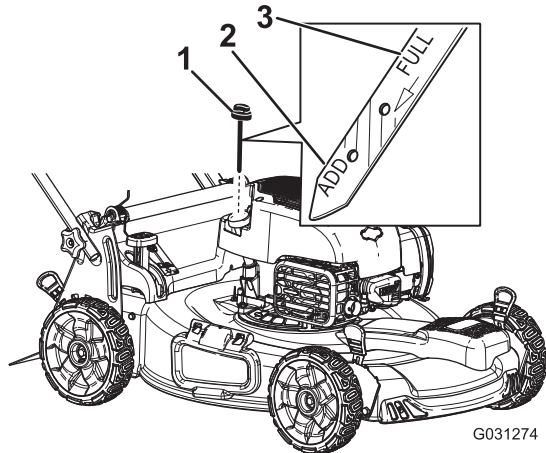

Figura 13
3. Retire la varilla, límpiela, y vuelva a colocarla (Figura 13).
4. Retire la varilla y compruebe el nivel de aceite (Figura 13). Si el nivel de aceite está por debajo de la marca "Add", vierta lentamente aceite en el tubo de llenado hasta que el nivel llegue a la marca "Full" de la varilla. **No llene demasiado.**